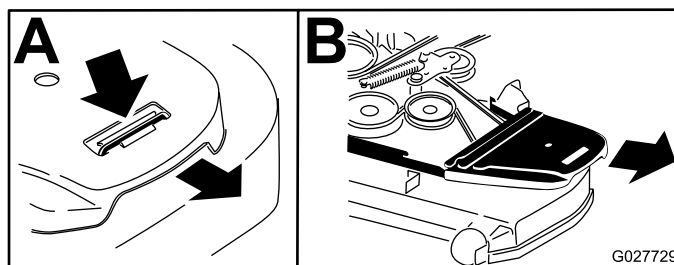

Bild 83
6. Entfernen Sie die Riemenabdeckungen (Bild 83).